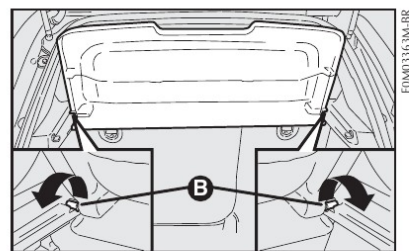

fig. 115
2) Desencaixar os pinos de articulação da cobertura do porta-malas B-fig. 115 de suas sedes e removê-la.